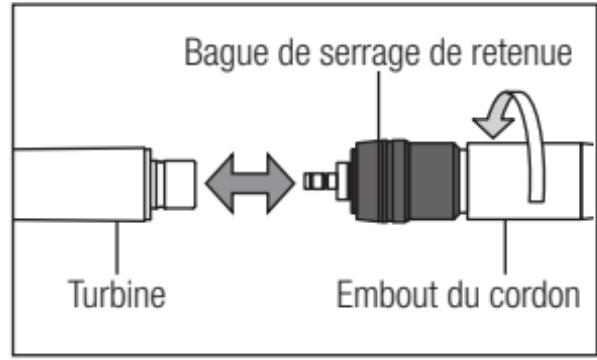

Fig. 3
**X450QD** (1) Connexion
- 1) Insérez le raccord dans le connecteur du cordon et serrez l'embout du cordon. (Fig. 3)